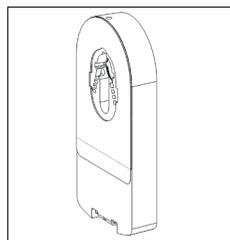

Abb. 3
5.3 Die Rückenschale mit dem Klebestreifen sollte nun wie auf der Abbildung aussehen (Abb. 3).